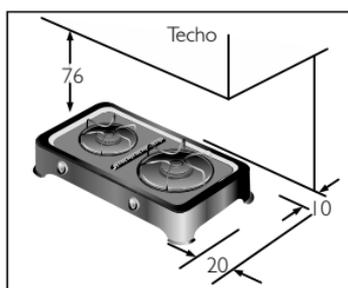

Figura 8
- La ubicación del producto respecto a las paredes adyacentes de un recinto deberá cumplir las medidas mostradas en la figura 8.